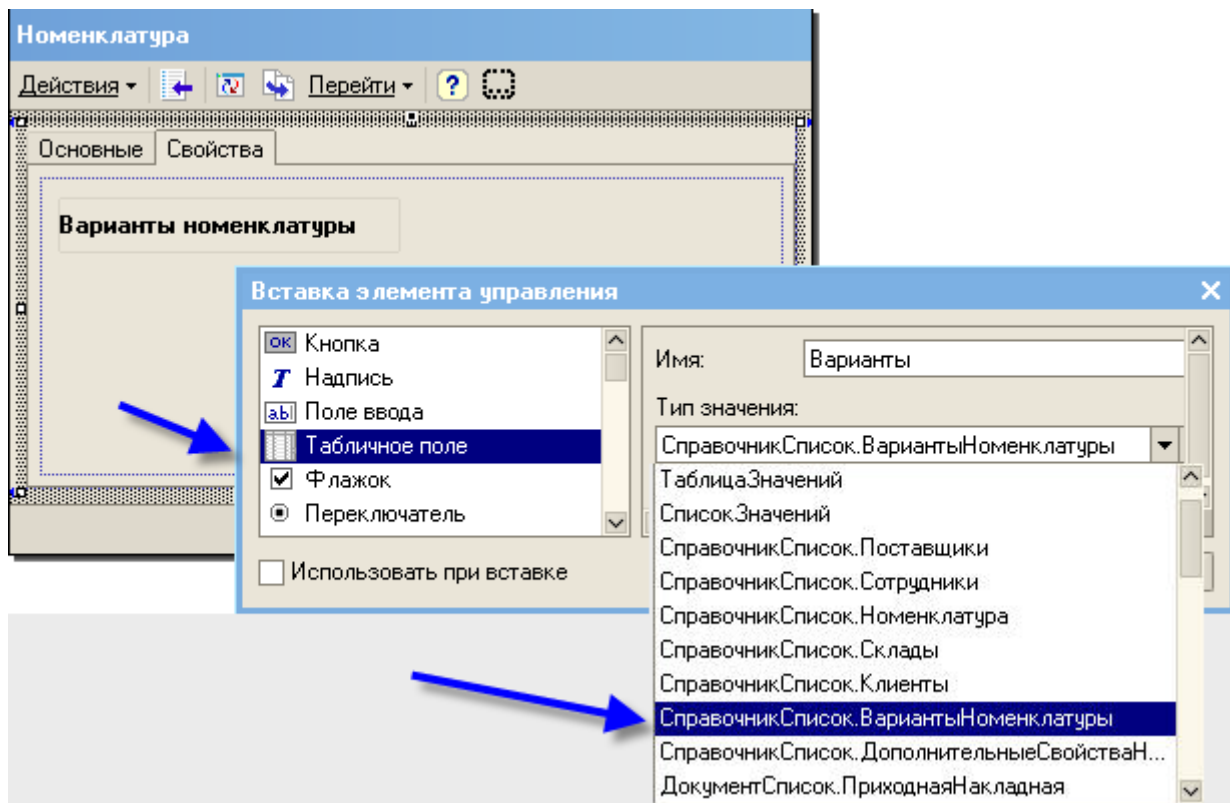

Рис. 124
- под созданной надписью создадим табличное поле с командной панелью с именем *Варианты* и типом *СправочникСписок.ВариантыНоменклатуры* (рис. 124);